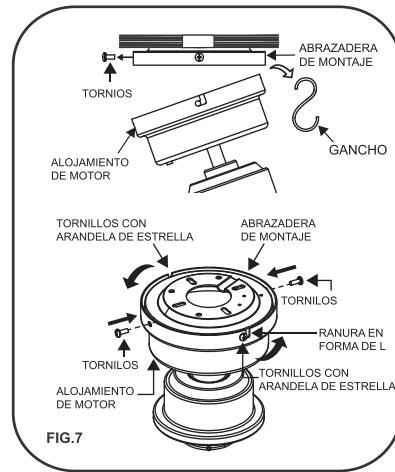

FIG. 7
Paso 1. Afloje los otros tornillos del dosel y retírelo del soporte de montaje. (FIG. 7)
Paso 2. Afloje dos tornillos con arandela de estrella por la mitad del abrazadera de montaje. (Para montar la ranura en forma de L en el dosel).(FIG. 7)
Paso 3. Levante la alojamiento de motor hasta el abrazadera de montaje y deje que la ranura en forma de L de la alojamiento de motor pase a través de los dos tornillos con arandela de estrella.(FIG. 7)
Paso 4. Gire la alojamiento de motor hasta que encaje en su lugar en la sección final de la ranura en forma de L, asegúrese de que la arandela de estrella esté entre la alojamiento de motor y la cabeza del tornillo. Asegúrela apretando los dos tornillos y dos tornillos con arandela de estrella.(FIG. 7)